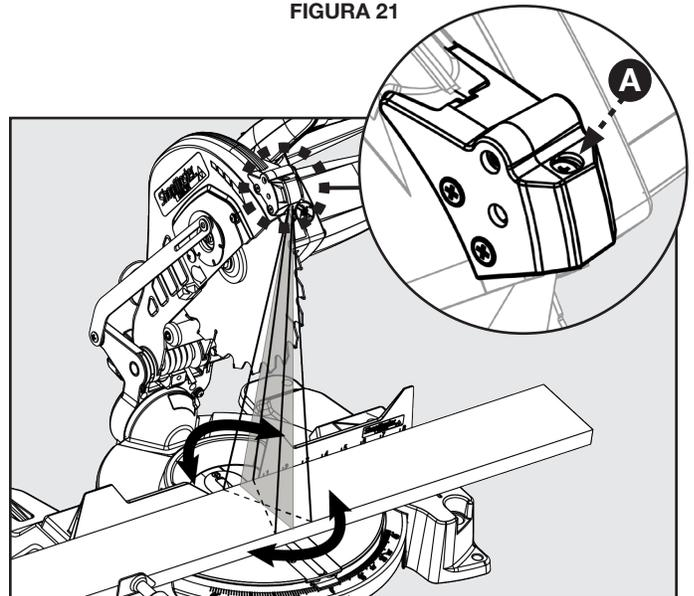

FIGURA 22
Si advierte que la línea láser no está perfectamente paralela a la hoja de la sierra, consulte la Figura 22 y siga estas instrucciones: utilice un destornillador Phillips para girar el tornillo (A) hasta que la línea láser quede paralela a la hoja de la sierra.